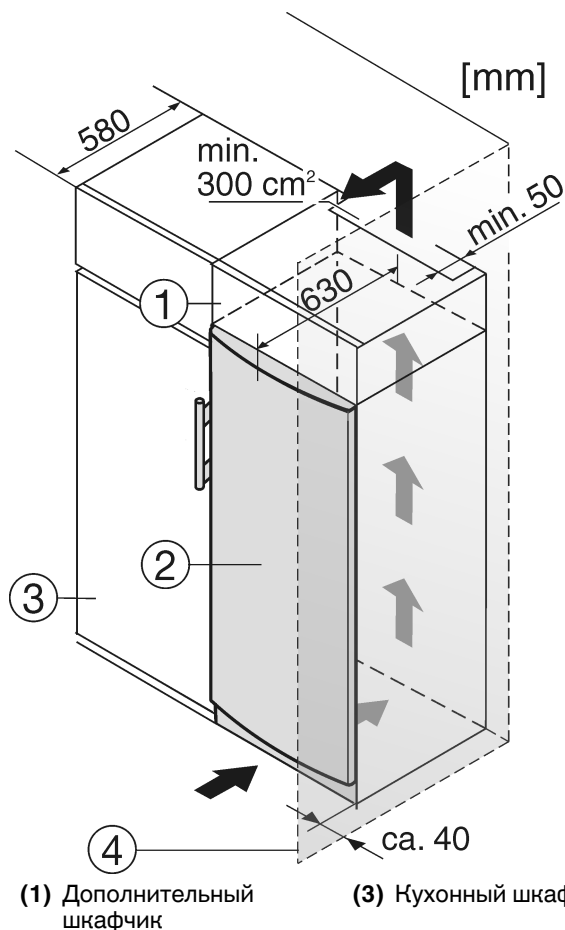

Fig. 8
Устройство может быть окружено предметами кухонной обстановки. Чтобы уравнивать устройство *Fig. 8 (2)* по высоте с кухонной стенкой, можно установить над устройством соответствующий дополнительный шкафчик *Fig. 8 (1)*.
При комбинировании с обычными кухонными шкафами (глубина макс. 580 мм) устройство можно установить непосредственно рядом с кухонным шкафом *Fig. 8 (3)*. Дверь устройства выступает по сторонам на 34 мм и по центру устройства на 50 мм относительно передней стенки кухонного шкафа. Поэтому ее можно свободно открывать и закрывать.
Если устройство установлено на шарнирах у стены *Fig. 8 (4)*, то расстояние между устройством и стеной должно быть не менее 40 мм. Настолько выступает ручка при открытой двери.